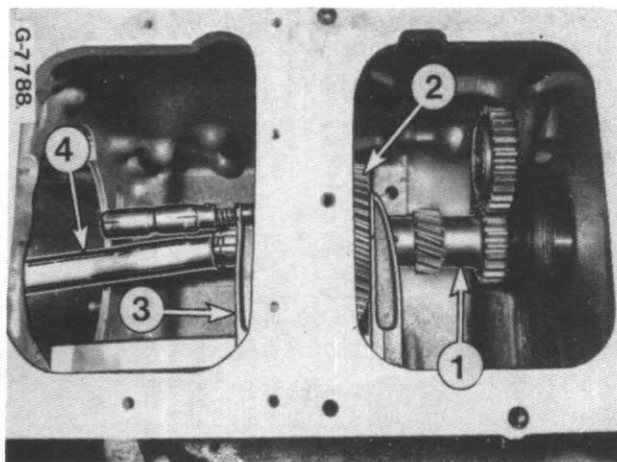

Figure 95
1. Arbre intermédiaire arrière (9)
2. Pignon de gamme route (12)
Bloquez le pignon (2, Fig. 95) avec un serre-joints (3). Poussez l'arbre intermédiaire vers l'arrière à l'aide d'un levier approprié (4).